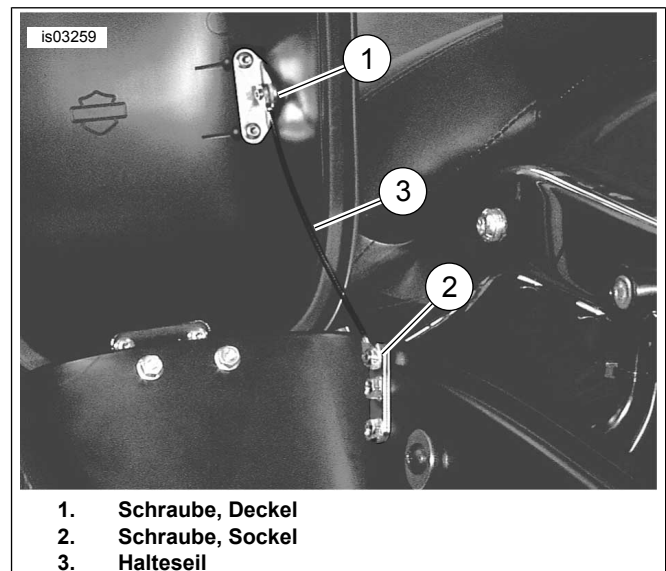
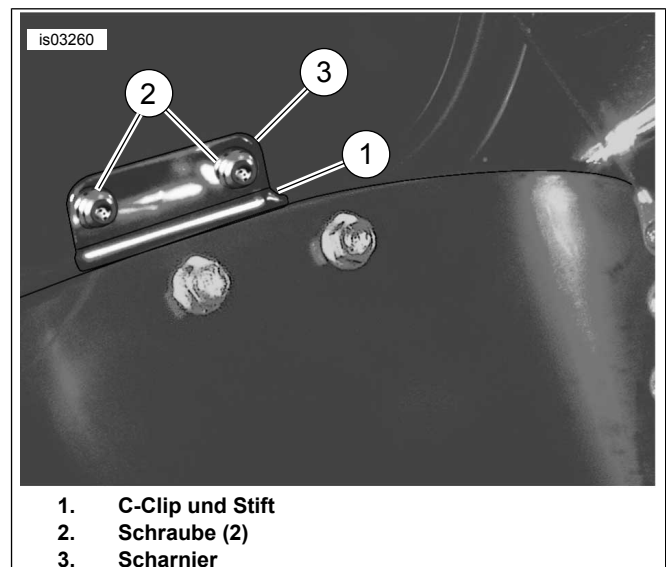
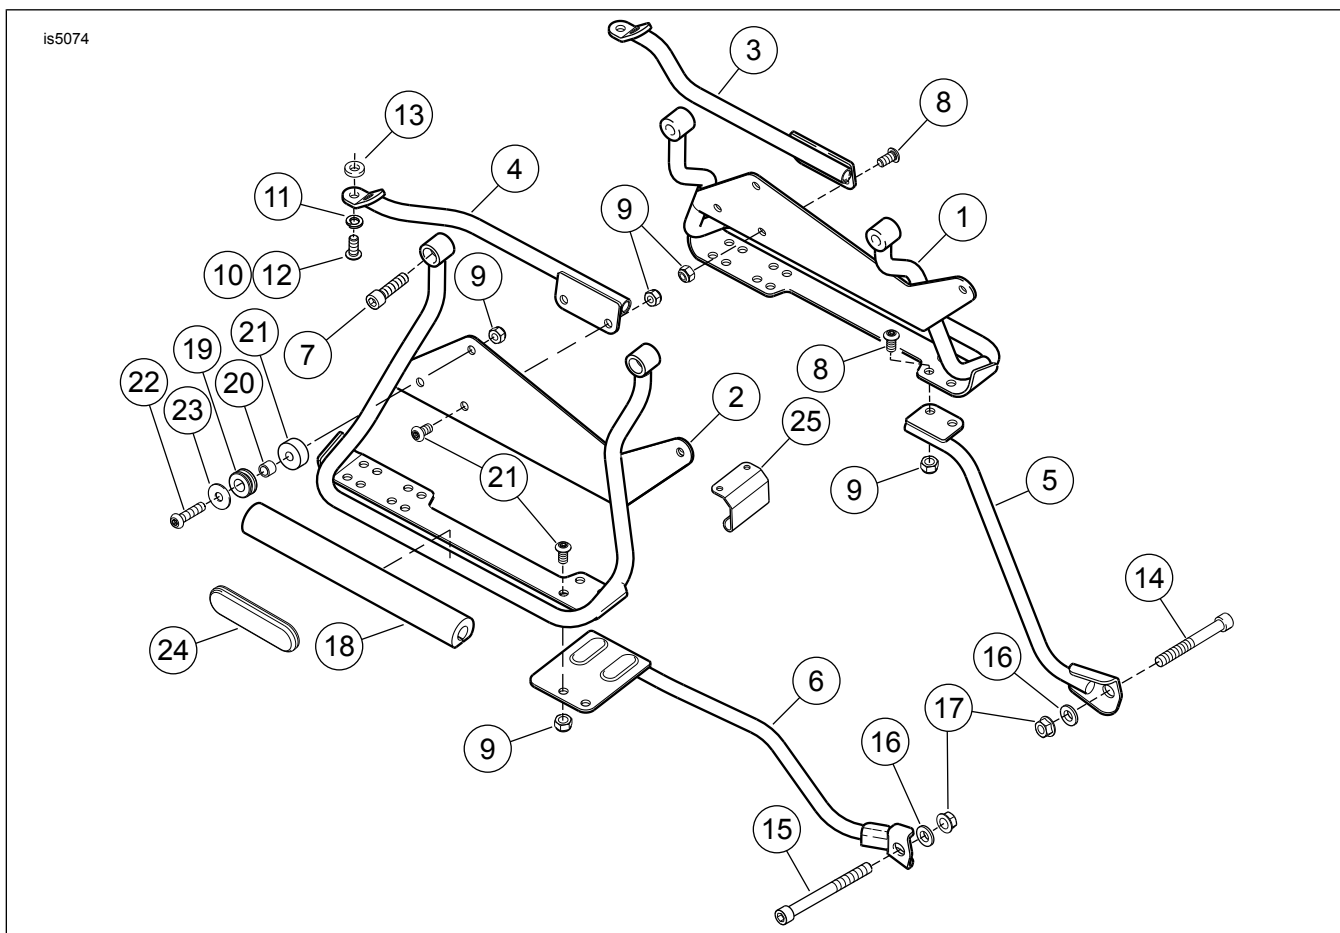

Abbildung 16. Halteseil ausbauen
Abbildung 17. Scharnier ausbauen
Abbildung 18. Ersatzteile: Satteltaschenhalterungssatz (88205-07A) und Befestigungsteilesatz (88208-07A)
Zum Einbau der linken Fußrastenstütze die 76 mm (3 in) Schraube (Abbildung 18, Teil 14) verwenden. Zum Einbau der rechten Fußrastenstütze die 114 mm (4-1/2 in) Schraube (Teil 15) verwenden. Abbildung 18
1. Siehe Abbildung 18. Die zwei Schrauben (8) durch die Aufhängehalterungen der Satteltasche (1, 2) und in der vorderen Stützhalterung (5, 6) einbauen. Mit den Muttern (9) befestigen. Die Muttern auf ein Drehmoment von 13,1 N·m (120 in-lbs) anziehen.
2. Die Muttern (17) auf der vorderen Stützhalterung auf ein Drehmoment von 34–41 N·m (25–30 ft-lbs) anziehen.
3. Die Gummiisolierung (18) mit der „flachen“ Seite nach unten über den Aufhängehalterungen der Satteltasche (1, 2) anbringen.
4. Siehe Abbildung 18. Schraube (22) und Unterlegscheibe (23) von der seitlichen Satteltasche durch das Distanzstück (20) einbauen. Nun die Mutter (9) aufsetzen und von Hand anziehen.
1. Siehe Abbildung 16. Die Schrauben (1, 2) ausbauen, mit denen das Halteseil am Satteltaschendeckel und -sockel befestigt ist.
2. Das Halteseil (3) von der Satteltasche abbauen.
3. Siehe Abbildung 17. Den C-Clip und Stift (1) des Scharniers aufbewahren. Den Satteltaschendeckel von der Satteltasche nehmen.
4. Die beiden Schrauben (2) entfernen und aufbewahren, die das Scharnier am Satteltaschendeckel befestigen.
5. Das Scharnier (3) unter der Gummidichtung herausziehen.
6. Siehe Abbildung 18. Das Scharnier (25) unter die Gummidichtung schieben, und eine Scharnierhälfte mit den zuvor ausgebauten Schrauben (Abbildung 17, Teil 2) am Satteltaschendeckel befestigen. Die Schrauben sicher anziehen.
7. Siehe Abbildung 17. Den Stift am Scharnier befestigen und mit dem C-Clip sichern.